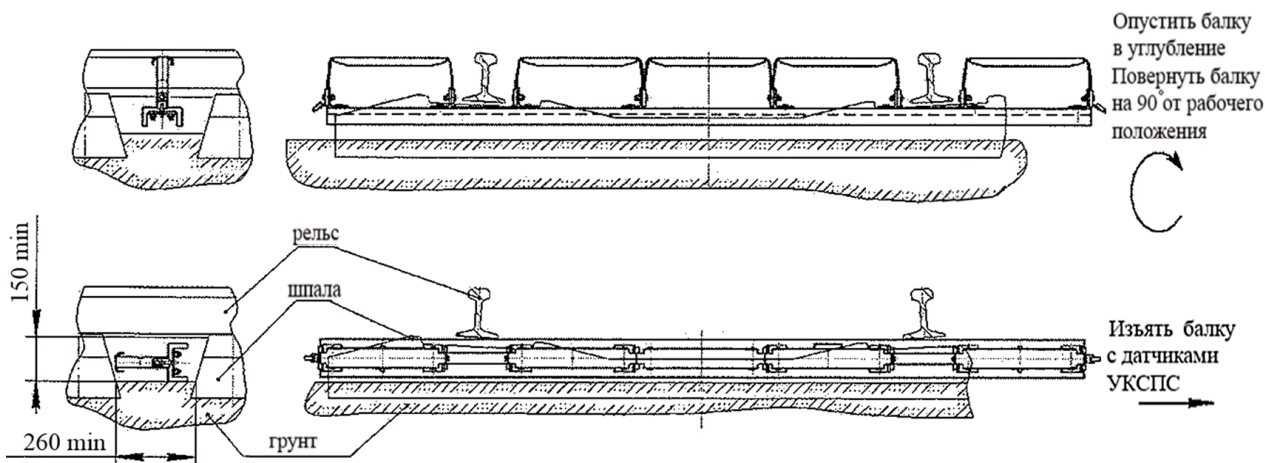

Рис.8. Демонтаж заменяемой балки крепления датчиков УКСПС
- выполнить действия, показанные на рис.8.